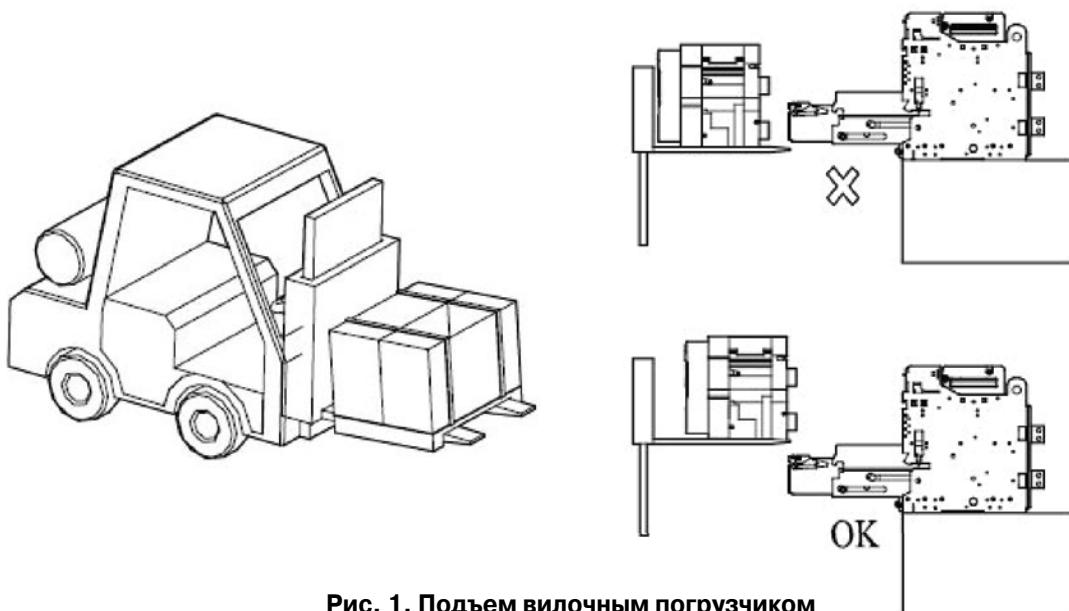

Рис. 1. Подъем вилочным погрузчиком
- Выключатель и корзина легко поднимаются тялями, лебедками и кранами. Подъемные скобы (опция) облегчают перемещение аппарата грузоподъемными машинами. Грузоподъемные машины и принадлежности должны быть рассчитаны на вес, указанный в таблице 1. При подъеме вилочным погрузчиком руководствуйтесь рис. 1.
- При перемещении аппарата вилочным погрузчиком размещайте его на вилах, как показано на рис. 1.